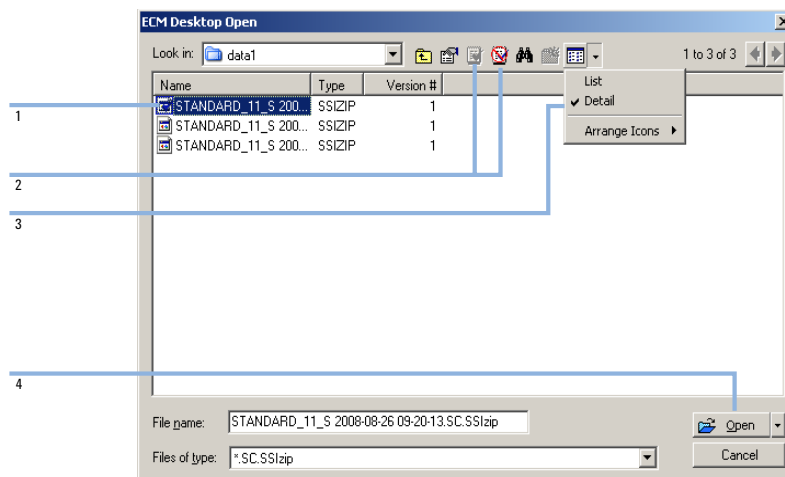
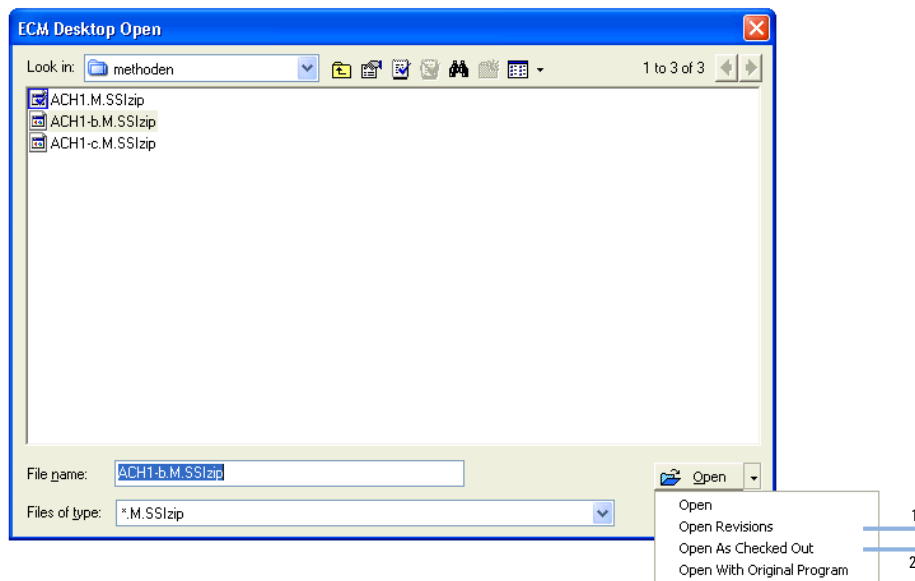
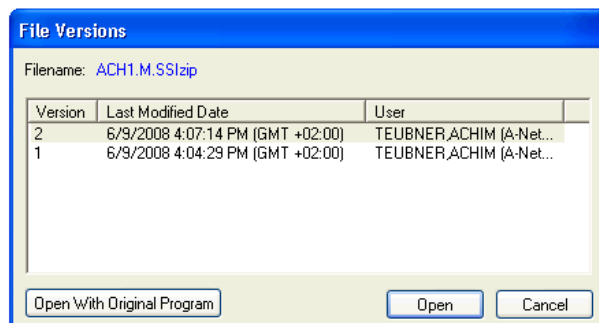

Figura 18 Cuadro de diálogo Abrir escritorio de ECM
Figura 19 Comando Abrir revisiones
Figura 20 Cuadro de diálogo Versiones de archivo
Si el elemento está verificado, tendrá una marca con un icono azul o rojo (consulte Figura 18 en la página 76, marcador 1):
Para verificar o registrar un elemento, puede utilizar los iconos respectivos disponibles en el cuadro de diálogo **ECM Desktop Open** (consulte Figura 18 en la página 76, marcador 2). Mediante el uso de estos iconos sólo puede verificar la última versión de un elemento.
Para obtener más información sobre el tipo y la versión de los elementos disponibles, seleccione la vista **Detail** (consulte Figura 18 en la página 76, marcador 3). Para abrir una versión anterior de un elemento, seleccione el comando **Open Revisions** en el menú **Open** (consulte Figura 19 en la página 77, marcador 1). Con ello se abrirá el cuadro de diálogo **File Versions**, donde se enumeran todas las versiones disponibles del elemento (consulte Figura 20 en la página 78).
- 3 Seleccione **Open** en cualquier cuadro de diálogo para descargar el elemento a ChemStation. Para evitar que otros usuarios modifiquen el elemento, puede seleccionarse el comando **Open As Checked Out** para marcar el elemento como verificado desde ECM (consulte Figura 19 en la página 77, marcador 2).